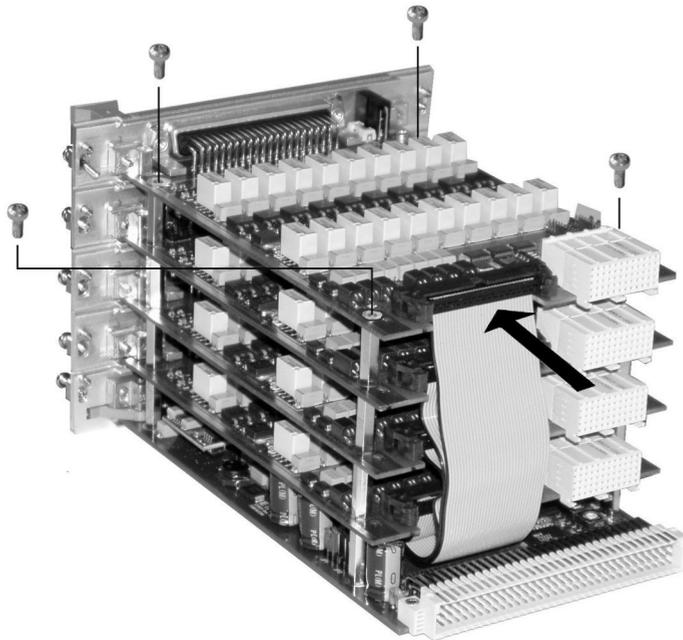

Abb. 4-7 Montage des letzten I/O-Moduls
- Montieren Sie das letzte I/O-Modul wie oben beschrieben - die Befestigung erfolgt jedoch mit vier Schrauben (siehe Abb. 4-7 auf Seite 23).